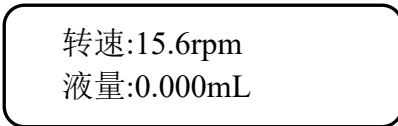
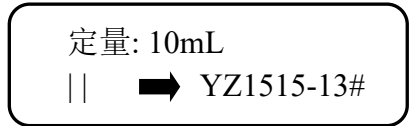

图 10
图 11
(6) 转速模式下开启定量功能，如图 10 和图 11（这 2 个界面通过【返回键】切换）：